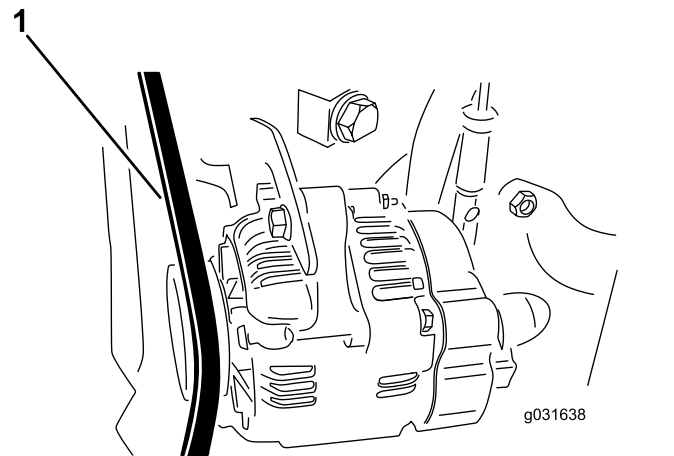

Figura 62
2. Aplicați o forță de 30 N asupra curelei alternatorului, la jumătatea distanței dintre roile de antrenare (Figura 62).